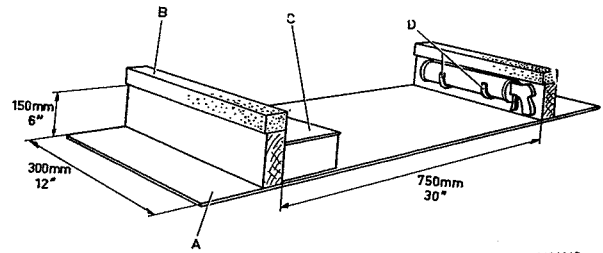

Fig. 8-21. Steun voor de voorruit tijdens het monteren van de rubber lijst
1. Plaats de voorruit op een standaard, zoals Fig. 8-21 laat zien, waarin zich een opbergplaats voor de veter, stopmessen, enz. bevindt en waaraan ophanghaken voor de kitspuit gemaakt kunnen worden. Bevochtig de buitenrand van de voorruit en breng de rubber strip aan beginnende bij één van de hoeken. Schuif de strip zo dat deze rondom goed ligt.